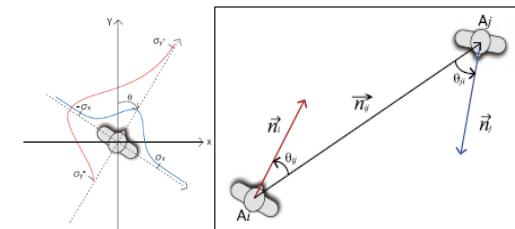

図1 個人空間モデルと
- 前面の空間を他の面より広くとる（図1左）
- 視線の方向性：知り合い、話し合いたいときは $\theta$ の角度が小さくなる（図1右：矢印の視線方向と対人の角度）